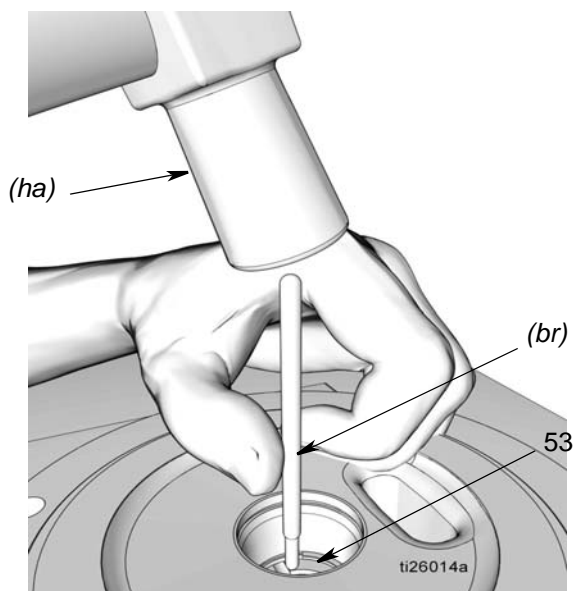

Рис. 27
19. Используйте стержень из мягкой латуни (*br*) и молоток, чтобы аккуратно выбить элемент соединительной муфты (53) из основания насоса (1) (Рис. 27).